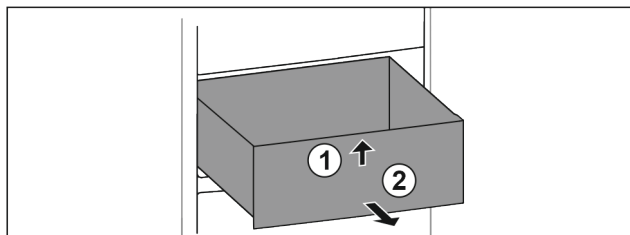

Fig. 96
- ▶ Unieść szufladę z przodu. Fig. 96 (1)
- ▶ Wyjąć szufladę do przodu. Fig. 96 (2)